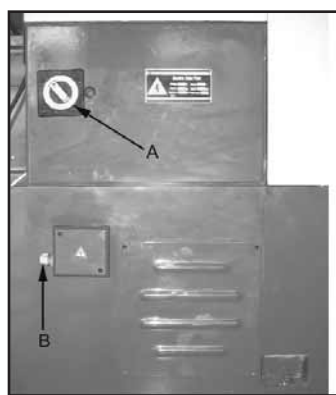

Fig. 9
**Huvudströmbrytare:** (A, fig.9) Startar och stänger av maskinen.
**Starkströmsbox:** (B, fig.9) Kontrollera att svarven är korrekt jordad.